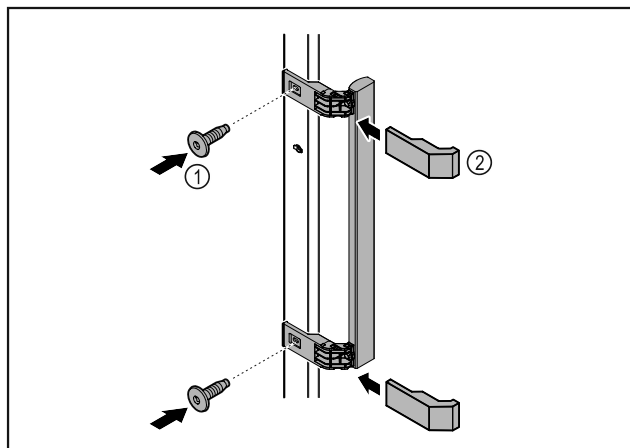

Fig. 51
- ▶ Griff aus dem Beipack mit den beiliegenden Schrauben Fig. 51 (1) an der Tür anbringen.
- ▶ Abdeckung Fig. 51 (2) aufsetzen.